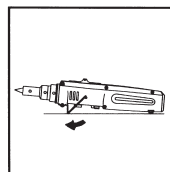

Fig. 6
2. Dersom du må ha begge hendene fri for jobben du skal gjøre, må du bare brette ut støtten for å få loddepennen til å stå. Se fig. 6.